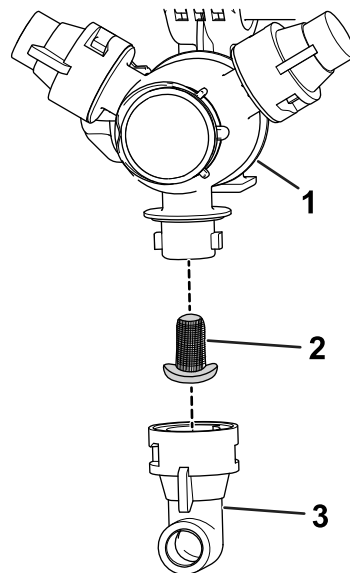

图61
2. 从喷嘴转动架卸下喷嘴（图61）。
3. 拆下旧喷嘴过滤器（图61）。
4. 安装新喷嘴过滤器（图61）。
5. 将喷嘴安装到喷嘴转动架上（图61）。